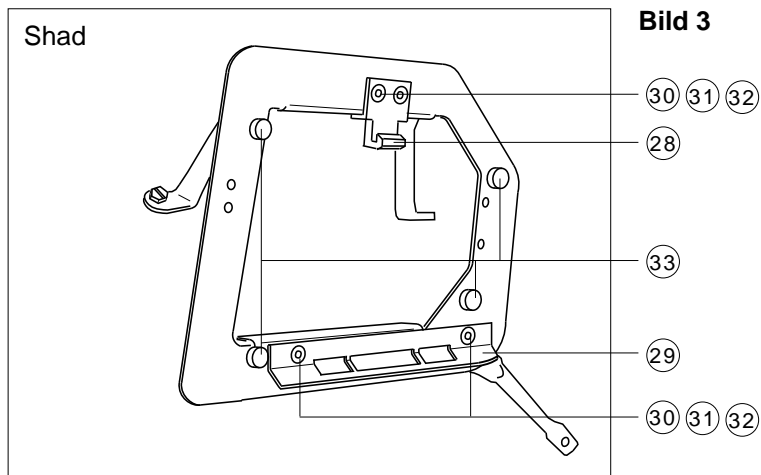

Bild 3
- 1c. **Montage für Shad Koffer - (Bild 3)** Einsetzen der Kunststoffanschlätze(33) in die 7mm Bohrungen der Seitenplatten des Trägersystems. Verschrauben der Schlossnasen(28) mit Senkschraube(30) M6x16, U-Scheibe(32) A6,4 und Mutter(31) M6. Verschrauben der Winkelstütze(29) mit Senkschraube(30) M6x16, U-Scheibe(32) A6,4 und Mutter(31) M6.